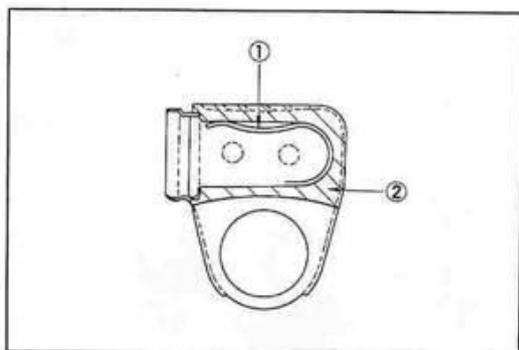

Fig. 3-3-38
- 4) Indsæt "anti-rystefjederen" i tanghuset som vist på Fig. 3-3-38.